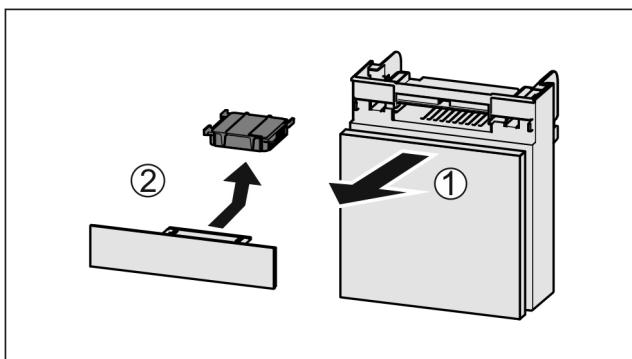

Fig. 67
- Потягніть Fig. 67 (1) відділення вперед.
- Витягнути Fig. 67 (2) фільтр з активованого вугілля.